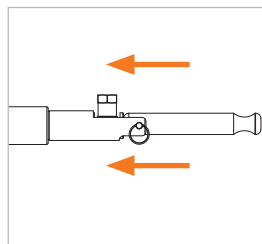

Abbildung 7
- ▶ Bewegen Sie den Adapter leicht in Richtung des Prüflings (Abbildung 7). Dadurch wird die Verbindung zum Prüfling gelöst und der Adapter kann gerade nach hinten abgenommen werden.